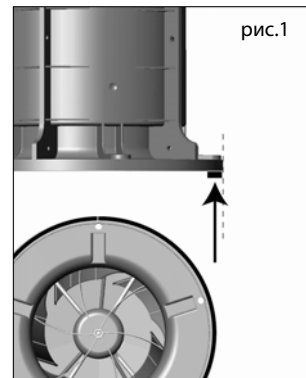

рис.1
- Установите уплотнительную ленту между основанием корпуса вентилятора и несущей поверхностью адаптационного элемента (рис.1).